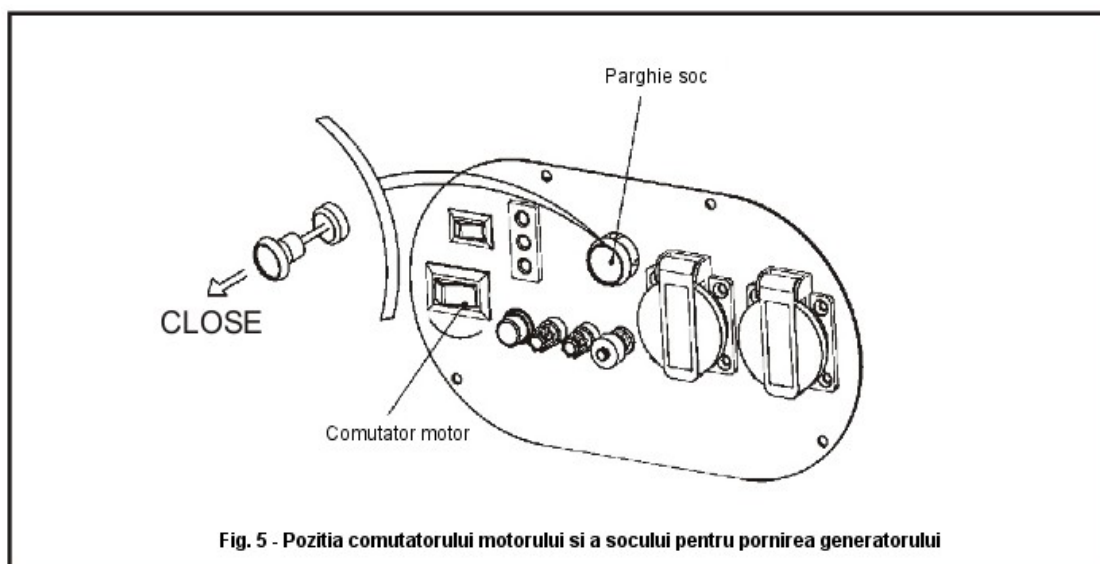

Fig. 5 - Poziția comutatorului motorului și a socului pentru pornirea generatorului
Indepartati carcasa filtrului de aer, verificati cele doua elemente. Curatati sau inlocuiti filtrul, daca este necesar, vezi fig. 5.
2. Setati comutatorul motorului in pozitia ON. (a se vedea Fig. 5)
3. Trageți parghia socului in pozitia CLOSED (INCHIS). (a se vedea Fig. 5)